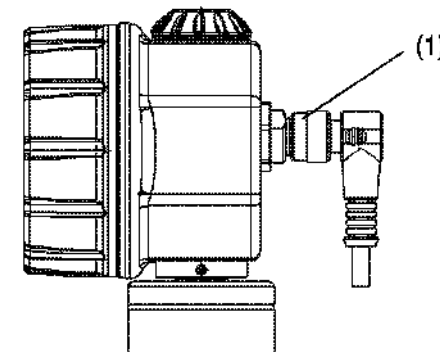

Рисунок 15 – Подключение кабельного разъема к преобразователю с разъемом M12
13.6.3 Соединение (1) (см. рис. 15) может выполняться при помощи: